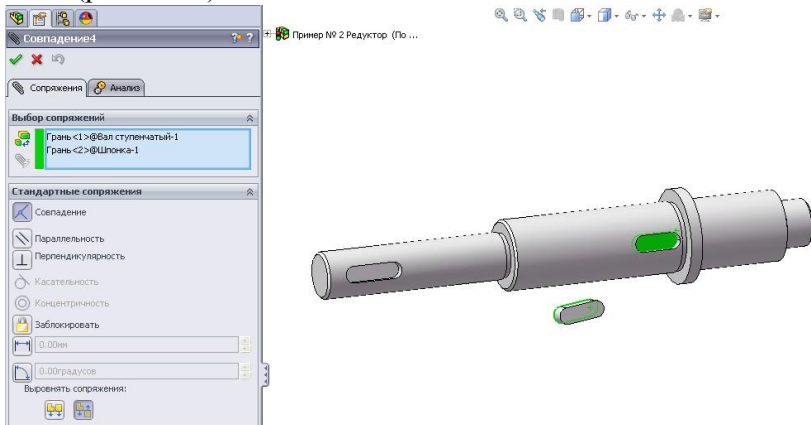

Рисунок 11.30 - Процес розміщення шпонки у шпонковий паз вала
7. Спочатку помістимо шпонку в шпонковий паз східчастого вала. Для цього натиснемо кнопку - **«Условия сопряжения»**. У вікні **«Сопряжения»** вкажемо перше сполучення шпонки й вала - **«Совпадение»** (рис. 11.30).